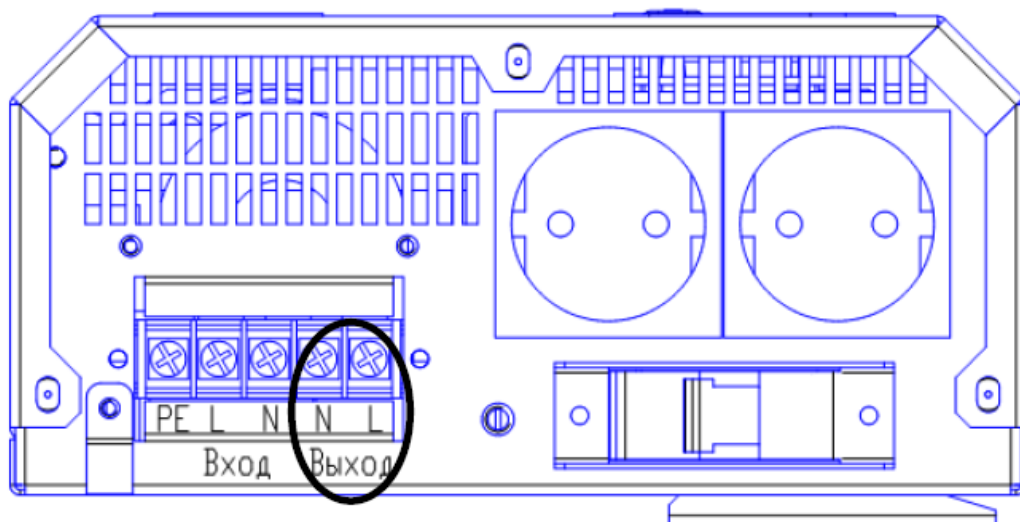

Рисунок 3.3 – Стабилизатор ИнСтаб IS2500 и ИнСтаб IS3500.
9.2) для моделей **ИнСтаб IS2500** и **ИнСтаб IS3500** к розеткам «Выход ~220В», расположенным на боковой панели стабилизатора, а так же к клеммной колодке «Выход N-L» (см. рисунок 3.3).